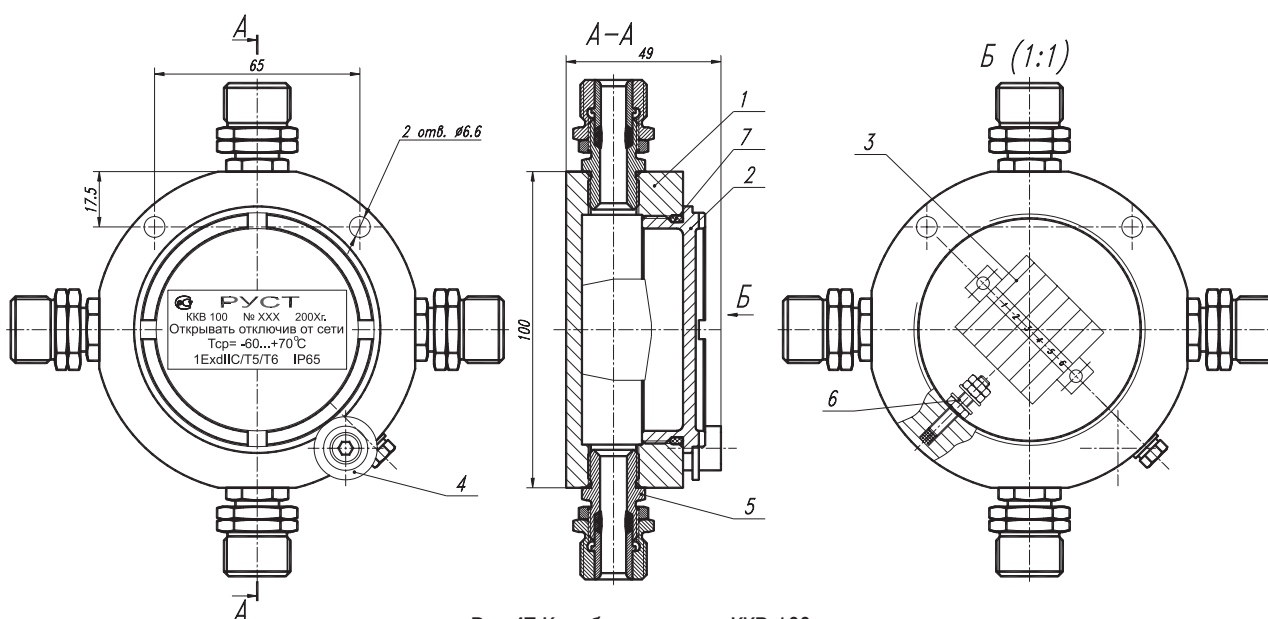

Рис.47 Коробка клеммная ККВ 100.
ККВ 100 (рис.47) состоит из корпуса (1) с крышкой (2), выполненных как «взрывонепроницаемая» оболочка, внутри которой расположена клеммная колодка (3) на базе блоков фирмы PHOENIX SMKDS-2.5 «под винт». Крышка от самопроизвольного отворачивания фиксируется стопором (4). В корпусе выполнены четыре резьбовых отверстия, в которые ввернуты токовводы (5). В зависимости от функционального назначения токоввод может быть заменен заглушкой, количество и позиция которых определяются при заказе. Внутреннее заземление осуществляется с помощью шпильки (6).